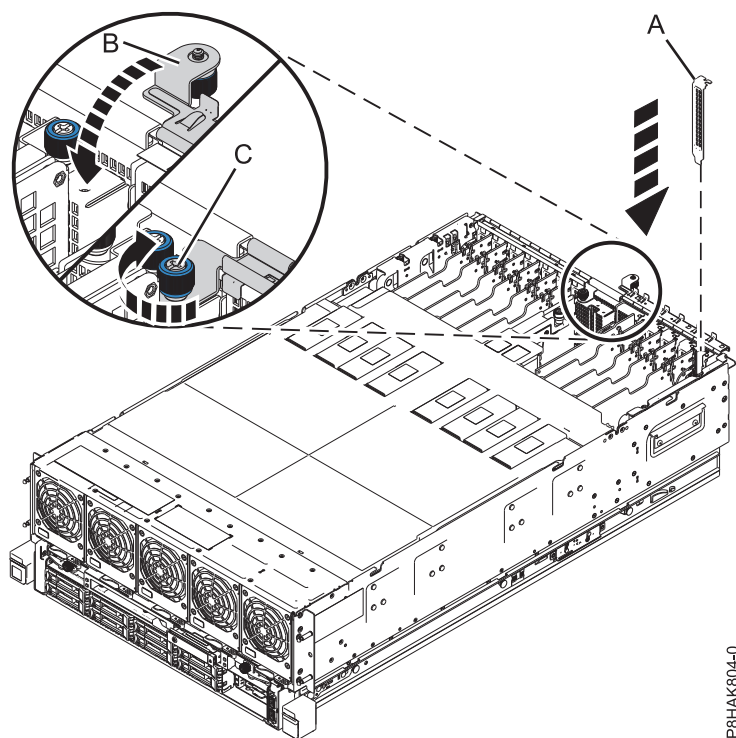

Figura 16. Instal·lació d'un panell de reblliment en una ranura d'un adaptador PCIe en un sistema 8408-44E o 8408-E8E
- a. Agafeu amb compte la contrapunta del panell de rebliment i alineu-lo amb la ranura i el connector de la placa posterior del sistema; consulteu (A) a la Figura 16 a la pàgina 26.
- c. Tanqueu la peça de subjecció de retenció d'E/S fent-la girar cap avall del sistema (B). Consulteu la Figura 16 a la pàgina 26.
- d. Cargoleu els cargols de mà captius de la peça de subjecció de retenció d'E/S (C) en el sentit de les agulles del rellotge, tal com es mostra a la Figura 16 a la pàgina 26.